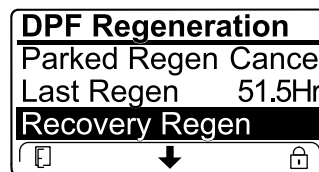

Figure 60
- Si le calculateur moteur n'a pas demandé de régénération d'urgence et que vous naviguez jusqu'à l'option RECOVERY REGEN (régén. d'urgence), la régénération d'urgence se bloque et l'icône de blocage (Figure 60) apparaît en bas à droite de l'InfoCenter.